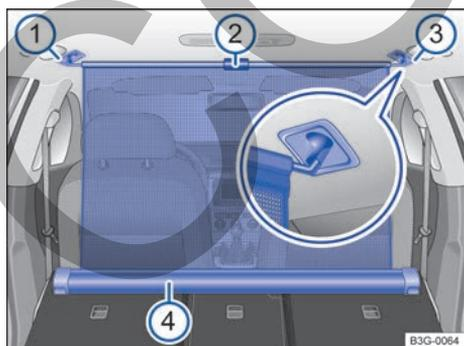

Fig. 166 En el maletero: red de separación enganchada con los respaldos del asiento trasero abatidos.
- Extraiga la red de separación de la carcasa ④ tirando hacia arriba de la lengüeta → fig. 166 ②.
- Enganche la red en el lado derecho → fig. 166 ③ (imagen ampliada).
- Enganche la red en el alojamiento del lado izquierdo → fig. 166 ① comprimiendo la barra transversal.
La red de separación está montada correctamente cuando los extremos en forma de T están enganchados fijamente en los alojamientos correspondientes → fig. 166 ③ y ①.
- Enrolle la red en la carcasa → fig. 166 ④ guiándola hacia abajo del todo con la mano.